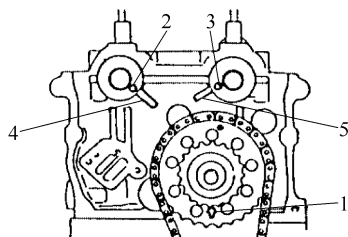

图 6-47 检查凸轮轴正时标记
2) 确认张紧轮上的箭头标记 1 朝上, 如图 6-47 所示。
3) 确认进气凸轮轴的定位销 2 和排气凸轮轴的定位销 3 与气缸盖上的正时标记对准, 如图 6-47 所示。